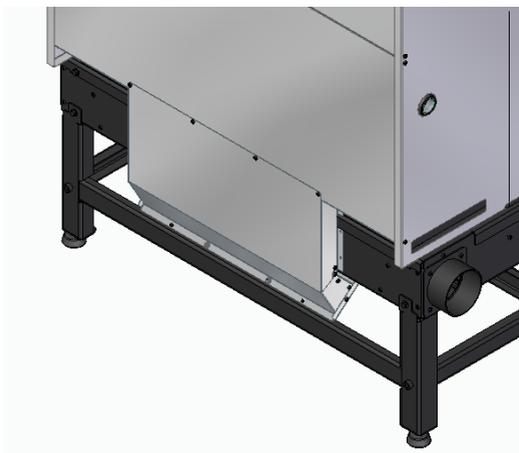

Figure 30
- b) Placez l'ensemble de plaques, fixez-le avec les 4 vis fournies dans le kit et remplacez les 4 vis qui ont été retirées, Figure 30.